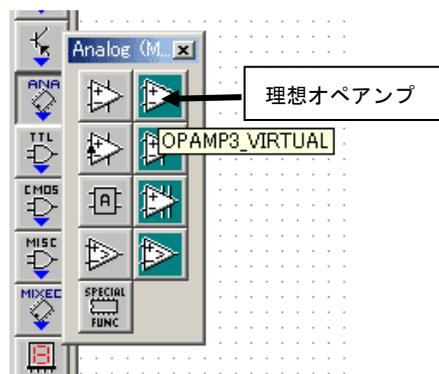

図 4 理想オペアンプの選択
(1) 回路の作成
- ・ グラウンド 3 つ、 $1k\Omega$ の抵抗 2 つ、ファンクション ジェネレータ、オシロスコープ、理想オペアンプ (図 4 : 1DEAL_OPAMP) を作業領域に配置します。同じものが 2 つ以上ある場合は、「In Use List」を活用することができます。